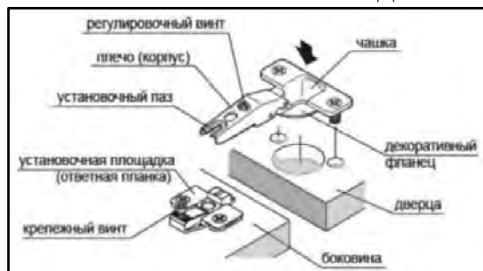

Рис. 1 Установка петель (установка на саморезы 4x16 мм)
14. Закрепите ответные планки петель на деталь 2 или 3 (зависит от открывания фасада) и петли накладные на деталь 4 с помощью саморезов 4x16 мм. См. (рис. 1, стр. 4).
16. Установите и отрегулируйте фасад (деталь 4). См. (рис. 1, стр. 4).